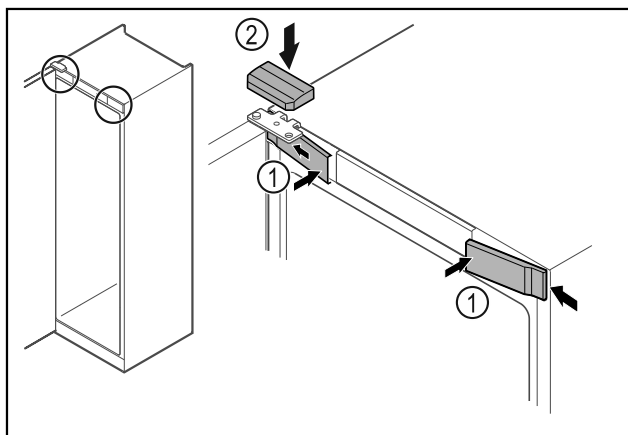

Fig. 67
- Zaháknite predné kryty Fig. 67 (1) naboku a zaistite ich.
- Zaistite horný kryt Fig. 67 (2) zhora.